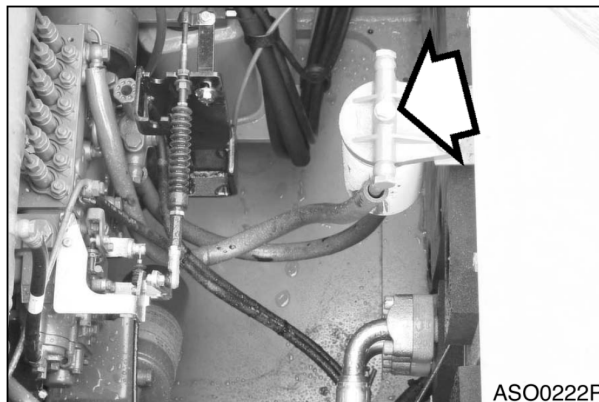

Рис. 16
1. Ослабить заглушку (рис. 16) сверху на головке топливного фильтра.